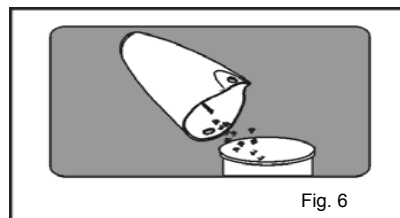

Fig. 6
2. Vacíe la tierra del recipiente. (Fig. 6)